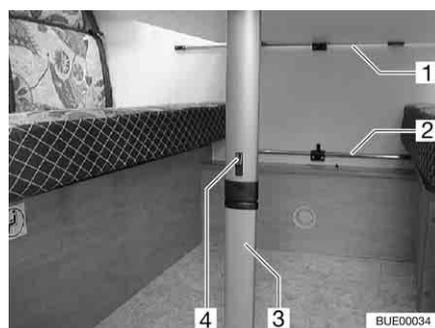

Bild 62 Hängetisch mit Knickfuß
- Arretierung (Bild 62,4) in Richtung Tischplatte schieben.
- Unteres Fußteil (Bild 62,3) um 90° umklappen.
- Hängetisch aus der oberen Einhängeschiene (Bild 62,1) aushängen.
- Hängetisch in die untere Einhängeschiene (Bild 62,2) einhängen und auf dem Tischfußgelenk abstellen.